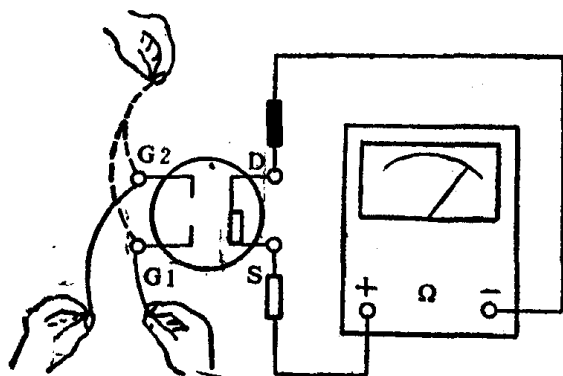

图1-5 场效应管测试电路
(2) 测量MOS场效应管的放大能力时,应按图1-5的电路,将万用表放在 $\Omega \times 1k$ 档,在手不捏栅极的情况下,万用表的读数应为几百欧左右,用手同时捏住两个栅极,或分别捏住某一个栅极时,万用表的读数应有明显的变化,表针摆动越大,说明放大能力越大。